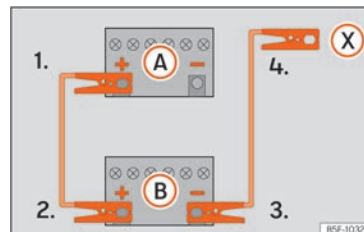

Abb. 78 Anschlussschema für Fahrzeuge ohne Start-Stopp-System.
2. Klemmen Sie ein Ende des roten Starthilfekabels an den Pluspol (+) des Fahrzeugs mit der entladenen Fahrzeugbatterie (A) » » » Abb. 78.
3. Klemmen Sie das andere Ende des roten Starthilfekabels an den Pluspol (+) des Strom gebenden Fahrzeugs (B).
- 4a. Bei Fahrzeugen ohne Start-Stopp-System: klemmen Sie ein Ende des schwarzen Starthilfekabels an den Minuspol (-) des stromgebenden Fahrzeugs (B) » » » Abb. 78.